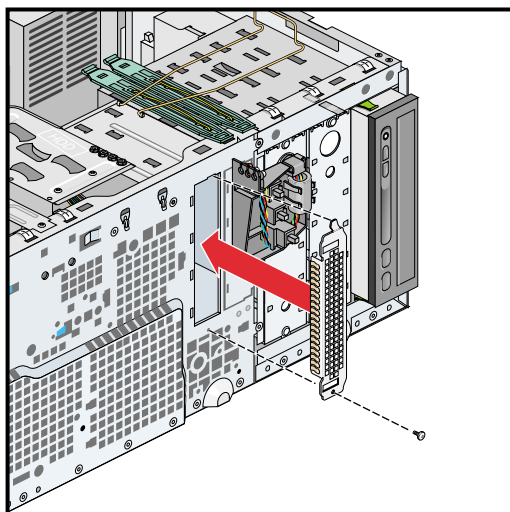

図 4-19 ドライブ・ケージ・カバーの取付け
7. ドライブ・ケージを空のままにしておく場合は、筐体の正面にドライブ・ケージ・カバーを取付けます。図 4-19 を参照してください。